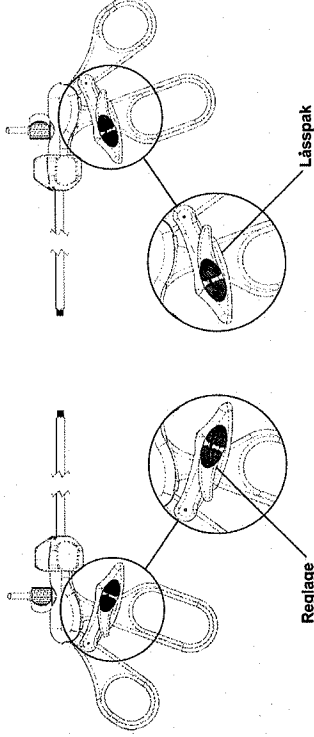

Fig. 3
- Skjut fram reglaget (se fig. 3) för att aktivera spärrmekanismen.